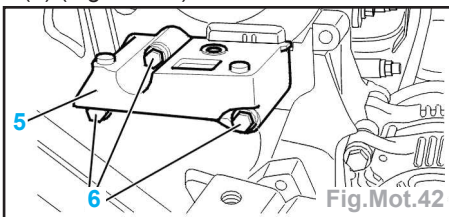

Fig.Mot.42
- A l'aide d'une clé six pans amener l'index (C) du galet tendeur au milieu de la zone de contrôle (D) en tournant le tendeur dans le sens horaire.
- Serrer la vis (4) à 2,5 daN.m.
- Contrôler le bon positionnement de l'index (C) du tendeur dynamique; dans le cas contraire, reprendre l'opération de repose de la courroie.
- Reposer le support moteur intermédiaire (5) (Fig.Mot.42).